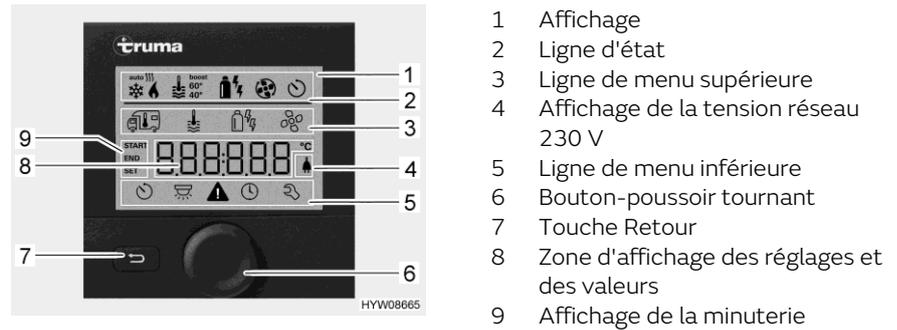
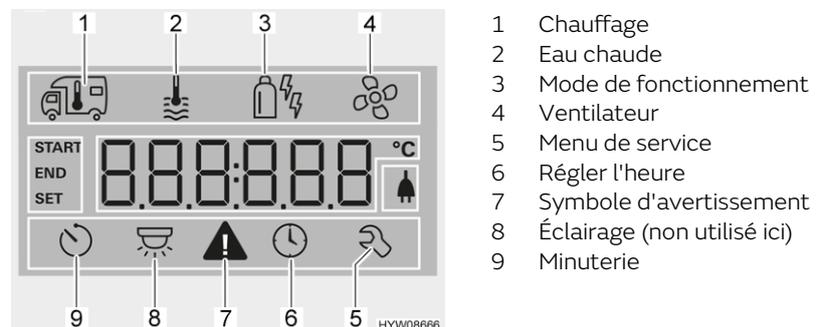

Fig. 80 Unité de commande avec affichages
Fig. 81 Écran (unité de commande)
- Ligne d'état (Fig. 80,2)
- Ligne de menu supérieure (Fig. 80,3)
- Zone d'affichage (Fig. 80,8)
- Ligne de menu inférieure (Fig. 80,5)
- Appuyer sur le bouton-poussoir tournant (Fig. 80,6) pendant env. 3 secondes. Les deux lignes de menu (Fig. 80,3 et Fig. 80,5) sont affichées. Le premier symbole clignote.
- Tourner le bouton-poussoir tournant (Fig. 80,6) jusqu'à ce que le symbole de menu désiré clignote.
- Appuyer sur le bouton-poussoir tournant pour enregistrer la valeur réglée. Si la valeur réglée à l'origine ne doit pas être modifiée : Appuyer sur la touche Retour (Fig. 80,7).
- Tourner le bouton-poussoir tournant (Fig. 80,6) jusqu'à ce que le symbole de menu du chauffage (Fig. 81,1) clignote.
- Appuyer sur le bouton-poussoir tournant pour enregistrer la valeur réglée. Le symbole clignote dans la ligne d'état (Fig. 80,2) jusqu'à ce que la température ambiante réglée soit atteinte. Si la valeur réglée à l'origine ne doit pas être modifiée : Appuyer sur la touche Retour (Fig. 80,7).
- Tourner le bouton-poussoir tournant (Fig. 80,6) jusqu'à ce que le symbole de menu de l'eau chaude (Fig. 81,2) clignote.
- Appuyer sur le bouton-poussoir tournant pour enregistrer la valeur réglée. Le symbole clignote dans la ligne d'état (Fig. 80,2) jusqu'à ce que la température d'eau chaude réglée soit atteinte. Si la valeur réglée à l'origine ne doit pas être modifiée : Appuyer sur la touche Retour (Fig. 80,7).
- Tourner le bouton-poussoir tournant (Fig. 80,6) jusqu'à ce que le symbole de menu de mode de fonctionnement (Fig. 81,3) clignote.
- Appuyer sur le bouton-poussoir tournant pour enregistrer le mode de fonctionnement réglé. Si le réglage d'origine ne doit pas être modifié : Appuyer sur la touche Retour (Fig. 80,7).
- Tourner le bouton-poussoir tournant (Fig. 80,6) jusqu'à ce que le symbole de menu du ventilateur (Fig. 81,4) clignote.
- Tourner le bouton-poussoir tournant (Fig. 80,6) jusqu'à ce que le symbole de menu de la minuterie (Fig. 81,9) clignote.
- Appuyer sur le bouton-poussoir tournant. La minuterie est activée. Le symbole de la minuterie (Fig. 81,9) clignote quand cette dernière est programmée et active.
En cas d'avertissement, le symbole correspondant (Fig. 81,7) clignote. Le chauffage continue de fonctionner. Le symbole d'avertissement s'éteint de lui-même quand il ne s'agit que d'un dérangement passager.